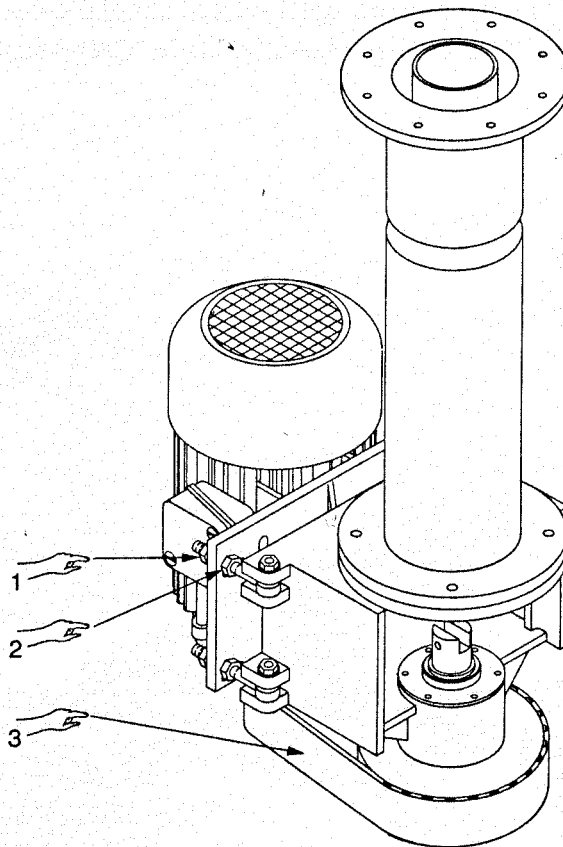

Fig.7.4
- Sostituzione della cinghia (*Part.3, Fig.7.4*) di collegamento tra il motore principale e l'albero sbattitore.
Allentare il controdado (*Part.1, Fig.7.4*) e il dado (*Part.2, Fig.7.4*) in modo da togliere tensione alla cinghia (*Part.3, Fig.7.4*).
Sfilare la cinghia (*Part.3, Fig.7.4*) e sostituirla.
Tensionare la cinghia agendo sul dado (*Part.2, Fig.7.4*).
Durante il tensionamento controllare che la cinghia sia completamente compresa nella puleggia condotta e bloccare il controdado (*Part.1, Fig.7.4*).